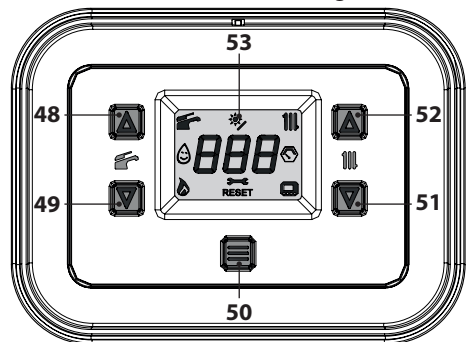
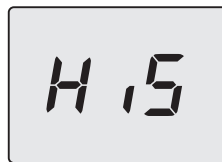

Figura 3.2
Figura 3.3
- Entrare in "modalità programmazione" premendo contemporaneamente per 5 secondi i tasti 49 e 51 (Figura 3.2) fino a far apparire sul display LCD le lettere **HiS** che indicano il menu "Storico delle caldaia" (Figura 3.3).
- tenere premuti contemporaneamente i tasti 49 e 51 per 5 sec. (Figura 3.2) (ritorno al livello precedente).